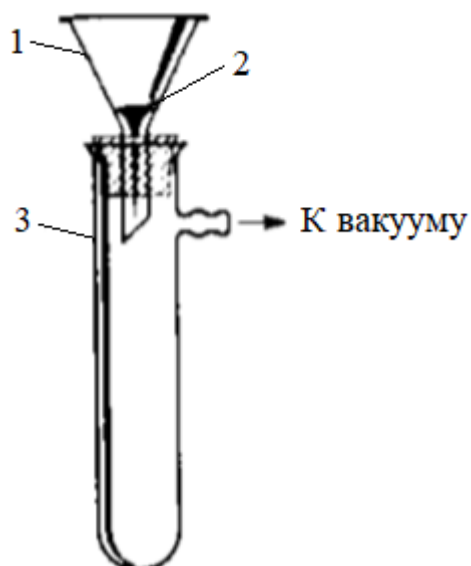

Рис. 18 – Приспособления для ускоренного микрофилтрования:
*Приспособления для ускоренного микрофилтрования* (рис. 18) состоит из трёх частей: толстостенной пробирки с отводом для создания вакуума, воронки и «гвоздика», который опускается стержнем в воронку. На его шляпку накладывается фильтр, вырезанный в виде кружка. Диаметр фильтра немного больше шляпки «гвоздика». Перед фильтрованием кружок фильтра смачивают водой.